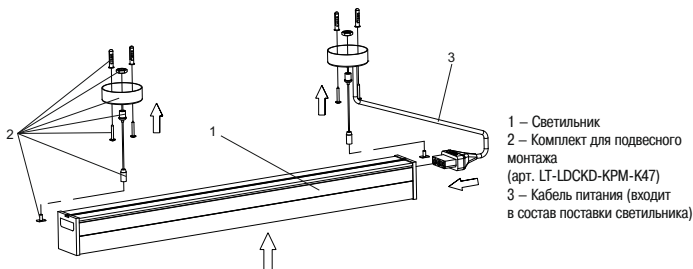

Рисунок 6 – Подвесной монтаж светильника на тресе
4.5 Подвесной монтаж светильника производить на тросах при помощи комплекта для подвесного монтажа (арт. LT-LDCKD-KPM-K47). В комплект подвесного монтажа входит металлическая планка с винтами позволяющая при данном монтаже механически соединить два светильника. Подвесной монтаж линейного светильника 1011 на тросах производится аналогично монтажу магистрального светильника (рисунок 6).